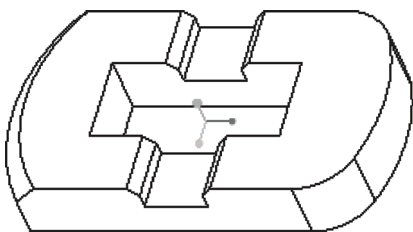

图 8-55 原始实体模型
- 1) 在“快速访问”工具栏中单击“打开”按钮,选择本书配套的素材实体模型文件“bc_8_bjdj.prt”打开,该文件中存在的原始实体模型如图 8-55 所示。